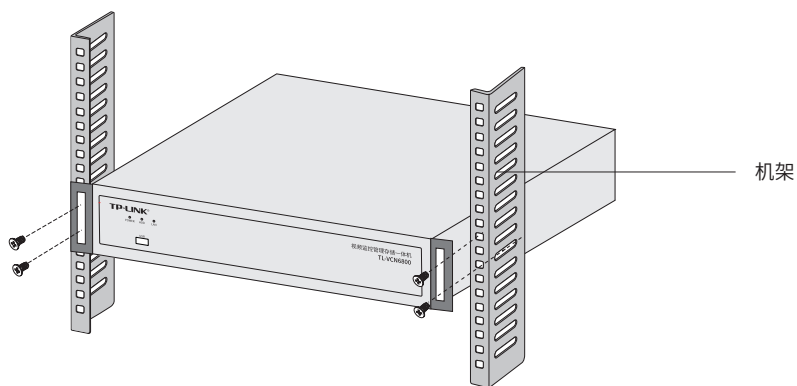

图2-1 机架安装示意图
2. 用螺钉将L型角铁固定在机架两端固定的导槽上，确保一体机稳定、水平地安装在机架上，如图2-1所示。